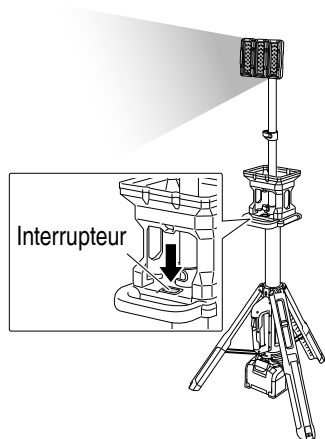

Fig. 13
2. Mise en marche de la lampe (Fig. 13)